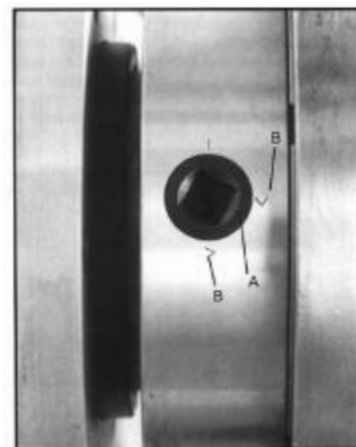

Рисунок 12
1. Придерживая патрон, поворачивайте последовательно шесть кулачковых затворов на $\frac{1}{4}$ оборота против часовой стрелки при помощи ключа для снятия зажимного патрона. Риска А должна совпасть с указательной риской I (рис.12).
5. Установите патрон на посадочное место на шпинделе. Зафиксируйте патрон, повернув кулачковые затворы на $\frac{1}{4}$ оборота по часовой стрелке. Кулачковые затворы считаются плотно закрученными, если риска А находится между двумя указательными рисками В (рис.12).